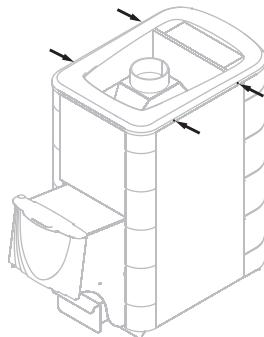

Рисунок 12. Саморезы для демонтажа рамки конвектора печи «Компакт 2013 Б»
2. Снять рамку конвектора, открутив 4 самореза (рисунок 12)